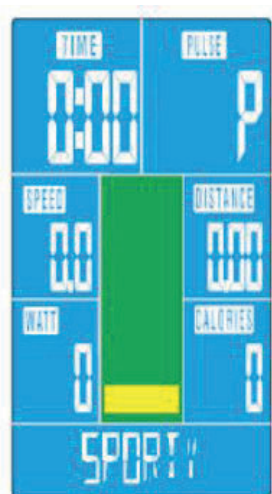

Abb. 10
1. Wählen Sie das Programm (Sporty) und bestätigen Sie die Auswahl mit der MODE-Taste (siehe Abb. 10).